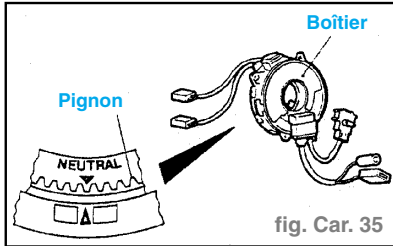

fig. Car. 35
- Vérifier visuellement si le boîtier et les pignons ne sont pas endommagés. (fig. Car. 35)